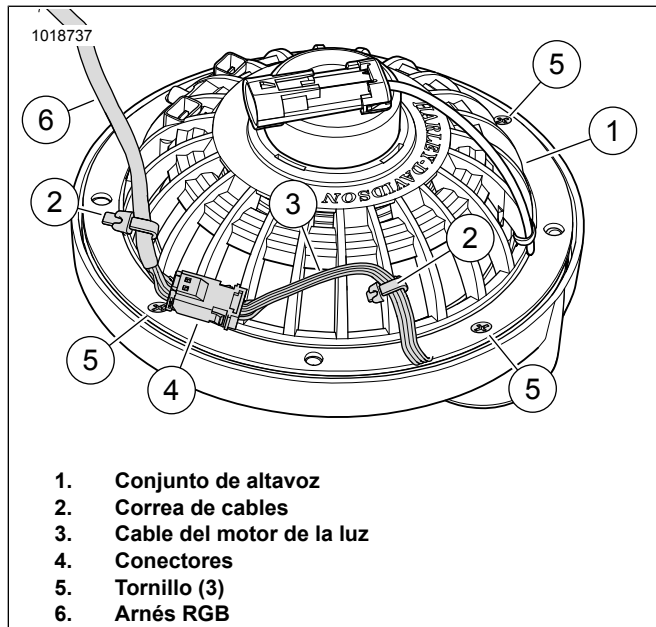

Figura 21. Parte trasera del altavoz, cable y correa de cables
8. Pase el cable (4) a lo largo de la pata del puente del tweeter. Usando la cinta que se encuentra en el kit, corte hasta la longitud y asegure el cable a la parte posterior del puente del tweeter.
9. Consulte la Figura 21. Arme los conjuntos del tweeter (4) y del altavoz (1). Alinee los agujeros para los tornillos (5).
- a. Una los conectores (4) del motor de la luz (3) al arnés RGB (6).
- b. Pase el cable del motor de la luz (3) a lo largo de la parte trasera del altavoz (1) como se muestra. Para estabilizar los conectores (4), asegure el cable del motor de la luz (3) y el arnés RGB (6) con correas de cables (2) como se muestra.